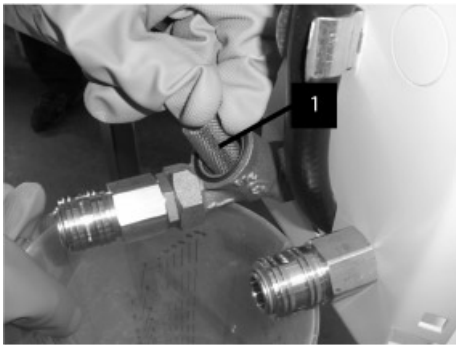

Abb. 52
2. Das Filtersieb (Abb. 52/1) aus dem Schmutzfänger entnehmen und im klaren Wasser säubern.
3. Das gesäuberte Filtersieb (Abb. 52/1) in den Schmutzfänger einsetzen.